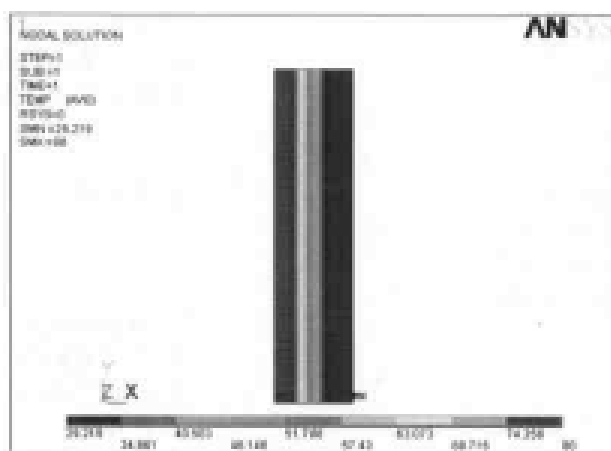

图 9-60 筒壁温度场分布等值线图
(1) 选择 Main Menu | General Postproc | Plot Results | Contour Plot | Nodal Solu 命令, 出现 Contour Nodal Solution Data 对话框, 选择 Nodal Solu | DOF Solution | Nodal Temperature 选项, 单击 OK 按钮, ANSYS 显示窗口显示温度场等值线图, 如图 9-60 所示。